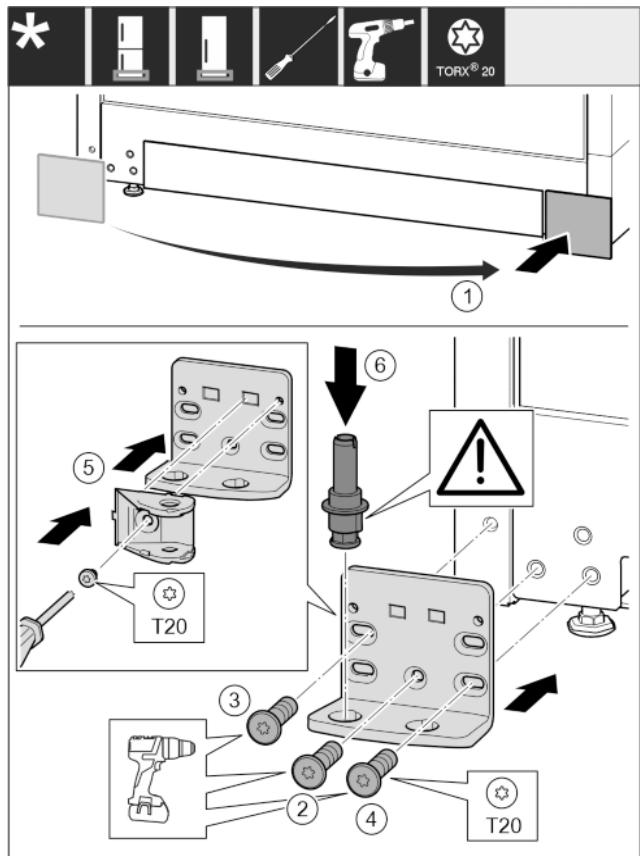

Fig. 28
- ▶ Abdeckung abnehmen und auf der anderen Seite anbringen. Fig. 28 (1)
- ▶ Lagerbock auf der anderen Seite ansetzen und mit Hilfe eines Schraubendrehers T20 anschrauben. Mit Schraube 2 unten in der Mitte beginnen. Fig. 28 (2)
- ▶ Schraube 3 und 4 festschrauben. Fig. 28 (3,4)
- ▶ Schließdämpferverbindung um 180° drehen. Auf der anderen Seite des Lagerbocks mit Schraubendreher T20 anschrauben. Fig. 28 (5)
- ▶ Lagerbolzen komplett einsetzen. Dabei darauf achten, dass der Rastnocken nach hinten zeigt. Fig. 28 (6)